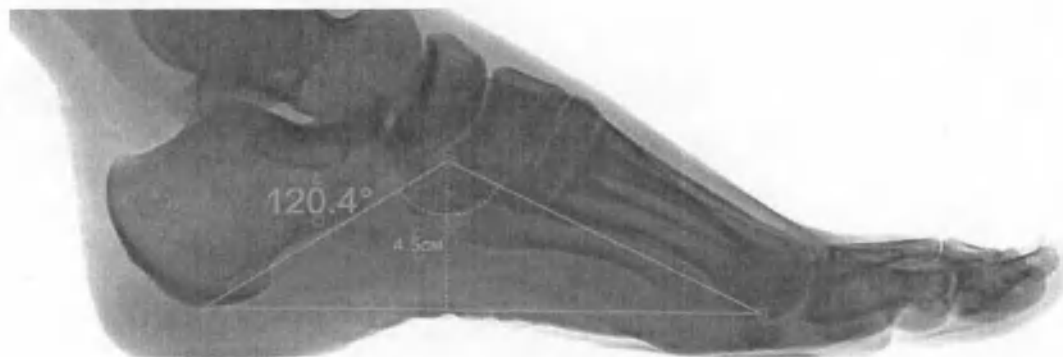

Рис. 125 Свод стопы
- На изображении появится треугольник с «тягунками» на вершинах (Рис. 125 Свод стопы);